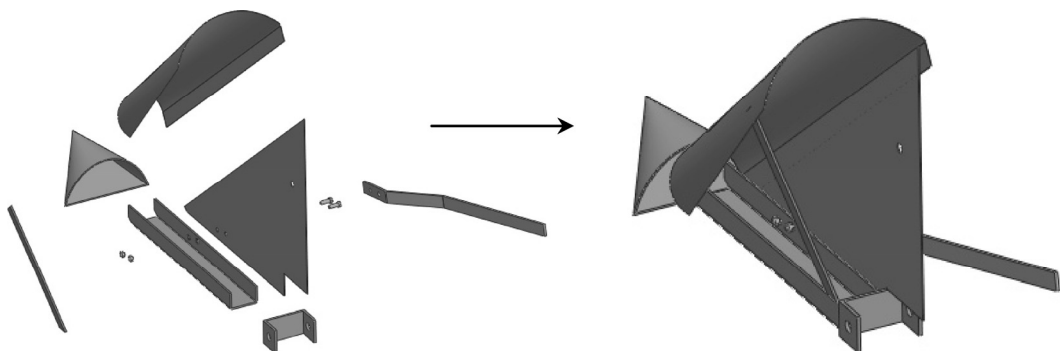

图 6-133 导入零部件并进行装配
STEP 1 新建一装配体文件，并导入前面操作创建的零部件，以及本文提供的素材文件：槽板.sldprt、侧板.sldprt、垫圈.sldprt、分禾尖.sldprt、加强版.sldprt、螺杆.sldprt 和螺母.sldprt，然后添加配合将它们装配到一起，如图 6-133 所示（部分位置需添加距离配合：挂角侧面离分禾扁钢侧面的距离为 8mm，左分禾板端点离扁钢前部面的距离为 35mm）。